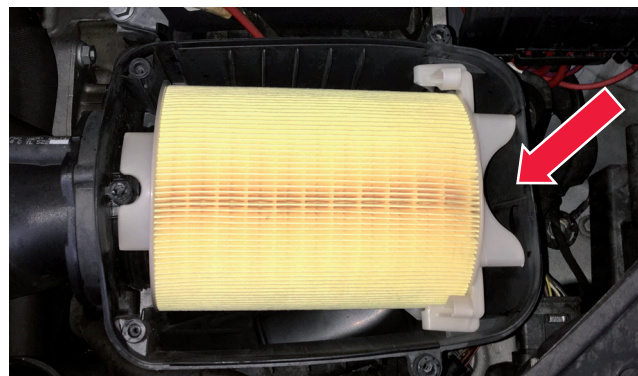

Рисунок 3: Второй шаг монтажа: защелка должна зафиксироваться
2. Придерживая левую сторону патрона рукой, следует закрепить правую сторону в корпусе с помощью вышеназванной защелки, см. рисунок 3. διάρταξη, βλ. Εικόνα 3.